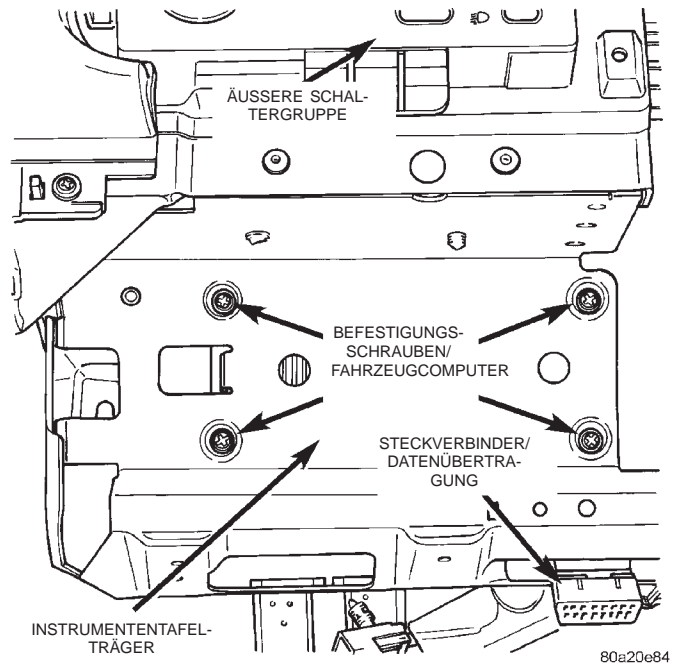

Abb. 11 Fahrzeugcomputer aus- und einbauen
(1) Knieschutzpolster/Lenksäulenabdeckung von der Instrumententafel abbauen, siehe Kapitel "Knieschutzpolster/Lenksäulenabdeckung".
(2) Die vier Schrauben unterhalb der äußeren Schaltergruppe lösen, mit denen der Fahrzeugcomputer am Instrumententafelträger befestigt ist (Abb. 11).
(3) Fahrzeugcomputer so weit in Richtung Lenksäule verschieben, daß die drei Steckverbinder abgezogen werden können.